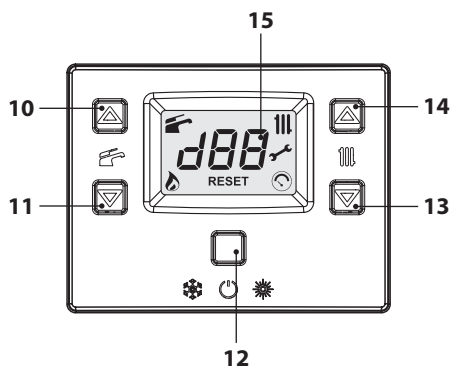
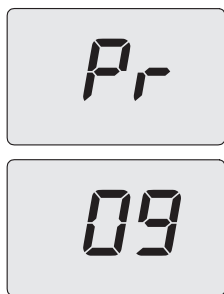
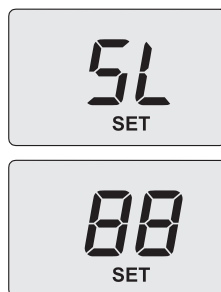

Рис. 7.2
Рис. 7.4
Рис. 7.10
- Войдите в «режим программирования», нажав одновременно и удерживая в течение 10 секунд кнопки 12-13-14 (Рис. 7.2) до появления на ЖК-дисплее букв **Pr**, которые сменяются кодом **01**, обозначая вход в «параметр 01» (Рис. 7.3).
- Пролистайте параметры, используя кнопку 13 или 14 (Рис. 7.2) до появления на ЖК-дисплее букв **Pr**, которые сменяются кодом **09**, обозначая вход в «параметр **09**» (Рис. 7.4).
- С помощью кнопок 10 и 11 (Рис. 7.2) можно пролистать различные настройки.
- При помощи кнопки 13 или 14 (Рис. 7.2) измените состояние на **dP** (режим "трубочист" активирован при максимальной температуре горячего водоснабжения) и нажмите для подтверждения кнопку 12. На дисплее появится код **dP**, загорающий поочередно с максимальной температурой в системе горячего водоснабжения.
- Проклистайте параметры, используя кнопку 13 или 14 (Рис. 7.2) до появления на ЖК-дисплее букв **Pr**, которые сменяются кодом **09**, обозначая вход в «параметр 09» (Рис. 7.4).
- С помощью кнопок 14 и 13 (Рис. 7.2) увеличьте или уменьшите значение. Подождите около 3 секунд, пока давление газа не стабилизируется, затем считайте значение на газовом манометре. **Помните, что во время калибровки максимума нельзя вернуться к меньшему пропущенному значению.**
- Чтобы сохранить значение, нажмите кнопку 11 (Рис. 7.2) и удерживайте ее в течение 5 секунд.
- Нажмите кнопку 10 (Рис. 7.2), чтобы приступить к калибровке газового минимума. На дисплее появится надпись **SL**, загорающаяся поочередно с параметром и надписью **SET** (Рис. 7.10).
- С помощью кнопок 14 и 13 (Рис. 7.2) уве-
- Нажмите кнопку 10 (Рис. 7.2), чтобы проверить установленное максимальное значение и, в случае необходимости, измените его, выполнив описанную выше процедуру.
- Нажмите кнопку 10 (Рис. 7.2), чтобы проверить установленное минимальное значение и, в случае необходимости, измените его, выполнив описанную выше процедуру.
- Войдите в «режим программирования», нажав одновременно и удерживая в течение 10 секунд кнопки 12, 13 и 14 (Рис. 7.2) до появления на ЖК-дисплее букв **Pr**, которые сменяются кодом **01**, обозначая вход в «параметр 01» (Рис. 7.3).
- Пролистайте параметры, используя кнопку 13 или 14 (Рис. 7.2), до появления на ЖК-дисплее букв **Pr**, которые сменяются
- Нажимая клавишу 11 (Рис. 7.2), можно изменить значение параметра 18 с **01** на **00**, что дает возможность отобразить **Lc 26**.
- Чтобы подтвердить внесенное значение, нажмите кнопку 12 (Рис. 7.2).
- С помощью кнопки 10 (Рис. 7.2) можно изменить значение параметра 18 с **00** на **01**, в котором невозможно отобразить **Lc 26**.
- Чтобы выйти, нажмите кнопку 12 (Рис. 7.2) и отключите электропитание.